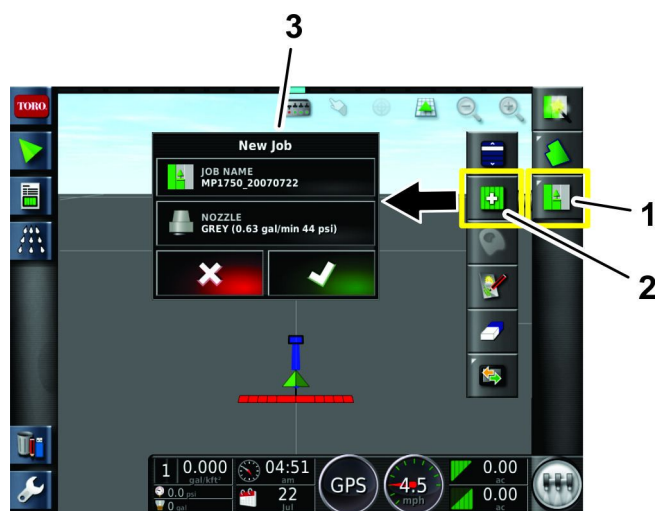

図 131
5. 画面右上にある作業メニューのアイコンを押す 図 131。
6. 作業名を入力するデフォルトのタイムスタンプのままにしておいてもよい 図 131。